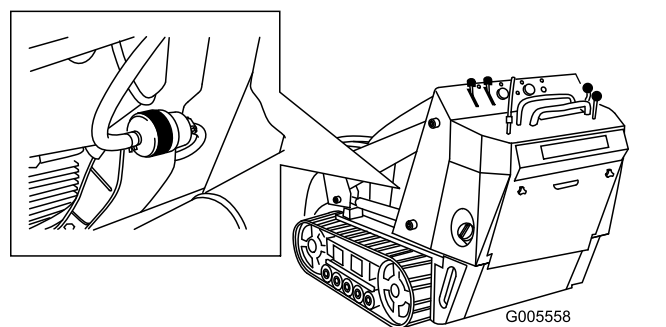

図 42
5. 燃料フィルタの戦後で燃料ラインにクランプを掛ける **図 42**。
6. 古いフィルタのクランプをゆるめて脇に寄せる **図 42**。